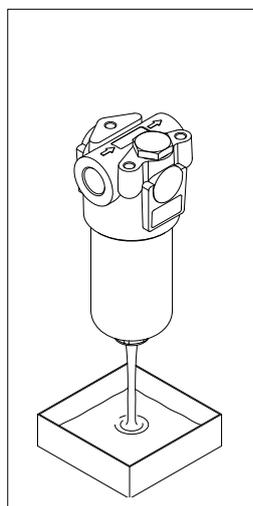

fig. 14
- (Fig. 14) Drenare il fluido di lavoro dal fondo del contenitore al recipiente di raccolta